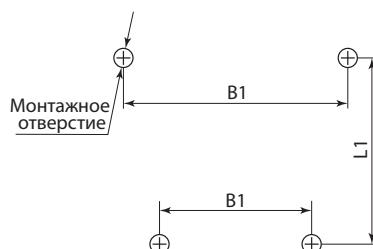

Рисунок 1. Установочные размеры вакуумных контакторов КВТ-1,14
2.2. Габаритные и установочные размеры (рисунок 1) приведены в таблице 2.
*См. рисунок 1.